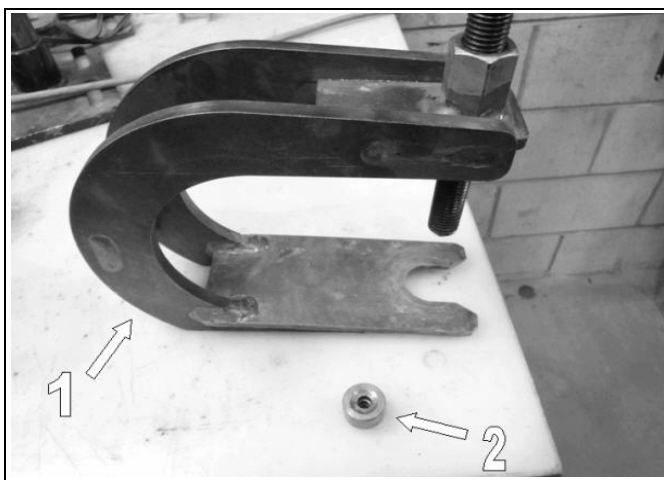

Figura 20
Utilizzare l'estrattore Tatou n.2000-00-1050 (punto 1, figura 20), e seguire le seguenti indicazioni per effettuare la sostituzione:
- Se non c'è alcun bullone, utilizzare il manicotto di allineamento (punto 2, figura 20) per posizionare l'estrattore.